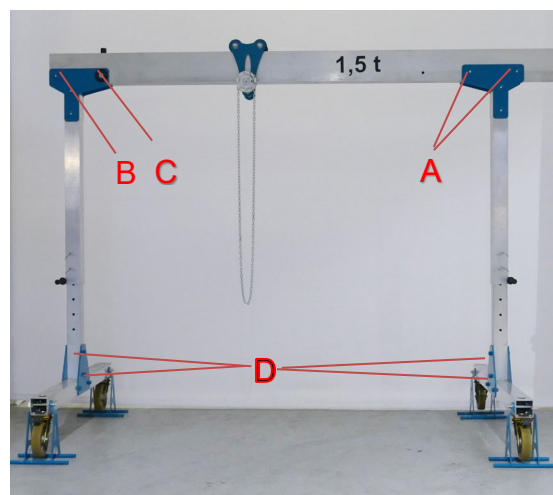

Abb. 11
- Die Schraubverbindungen A, B, C und D lockern (Abb. 11).
- Die Schraubverbindungen D lösen und beide Stützen (2) aus den Grundträgern (3) nehmen (Abb. 11).